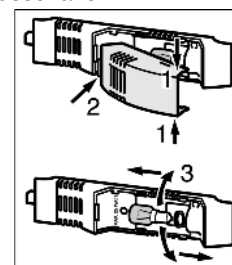

Fig. 13
- ▶ Die Lampenabdeckung oben und unten fassen *Fig. 13 (1)*.
- ▶ Lampenabdeckung hinten austragen und aushängen *Fig. 13 (2)*.
- ▶ Die Lampe auswechseln *Fig. 13 (3)*.